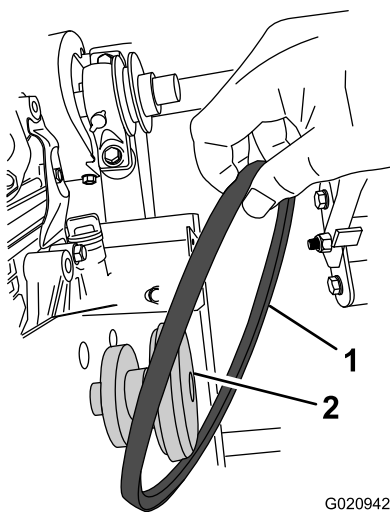

Figura 37
3. Retire la correa del embrague y retírela de la máquina (Figura 37).
1. Alinee la correa sobre el embrague (Figura 37).